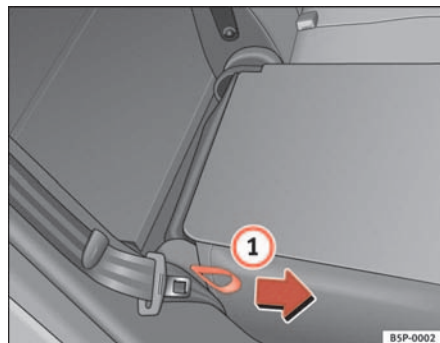

Fig. 97 Ribaltamento in avanti o all'indietro dello schienale dei sedili posteriori
- Tirare la maniglia flessibile posta nella parte laterale del sedile ⇒ fig. 97 ①.